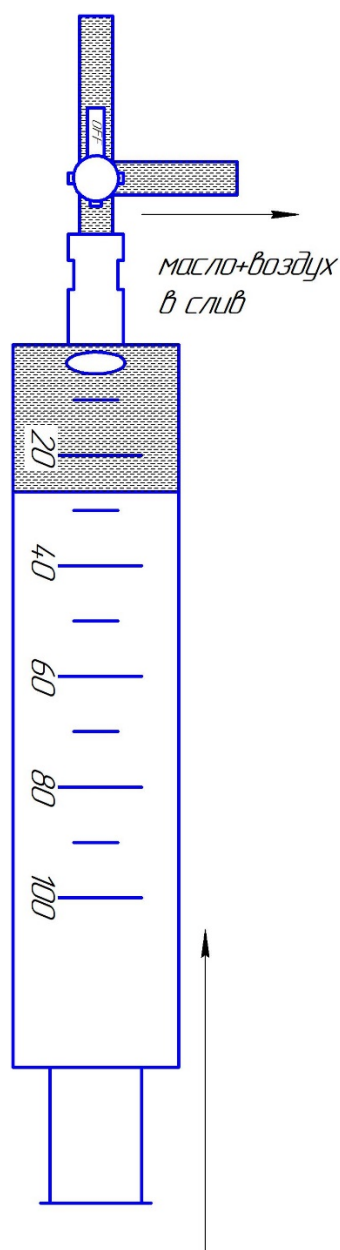

Рисунок 3.3. Выдавливание масла и воздуха из шприца
- поверните ручку трехходового крана в положение, чтобы масло из шприца вытекало в сливную емкость. Одновременно, удерживая шприц вертикально, вытолкните из шприца все пузырьки воздуха и масло, оставив не более 10 мл. (рисунок 3.3);